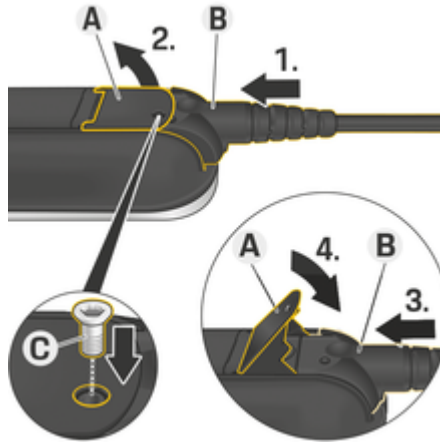

Fig. 109 Feste kabelen og pluggen
- ✓ Spaken **A** (Fig. 109) er lukket.
- 1. Skyv pluggen **B** (Fig. 109) inn i betjeningsenheten til du kjenner motstand.
- 5. Skru fast pluggen **B** i betjeningsenheten ved hjelp av skruen **C** (Fig. 109).